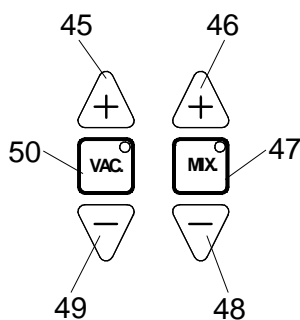

Abb. 11 Einstelltasten für den Manuellen Ablauf
Siehe Abb. 11 Seite 7
Siehe Abb. 11, Seite 7
2. Erst wenn der Mischbecher (6) gegen die Dichtfläche (10) gedrückt wird und damit gleichzeitig den sich dort befindlichen Kontaktstift (20) betätigt, läuft die Vakuumpumpe an ②.
3. Standardmäßig wird das Vakuum ohne Zeitbegrenzung erzeugt; der Unterdruck wird im Display angezeigt ③.
- Im Display (31) wird die Timerstellung „000“ angezeigt. Das bedeutet, die Vakuumpumpe läuft im Dauerbetrieb (manueller Betrieb).
- Vakuumpumpe wird durch erneutes Drücken der „Vac“-Taste (50) ein- und ausgeschaltet.
4. Das Gerät erzeugt ein Vakuum (Abb. 12 ③) wie es mittels den Tasten (45) und (49) eingestellt ist, siehe Abb. 11